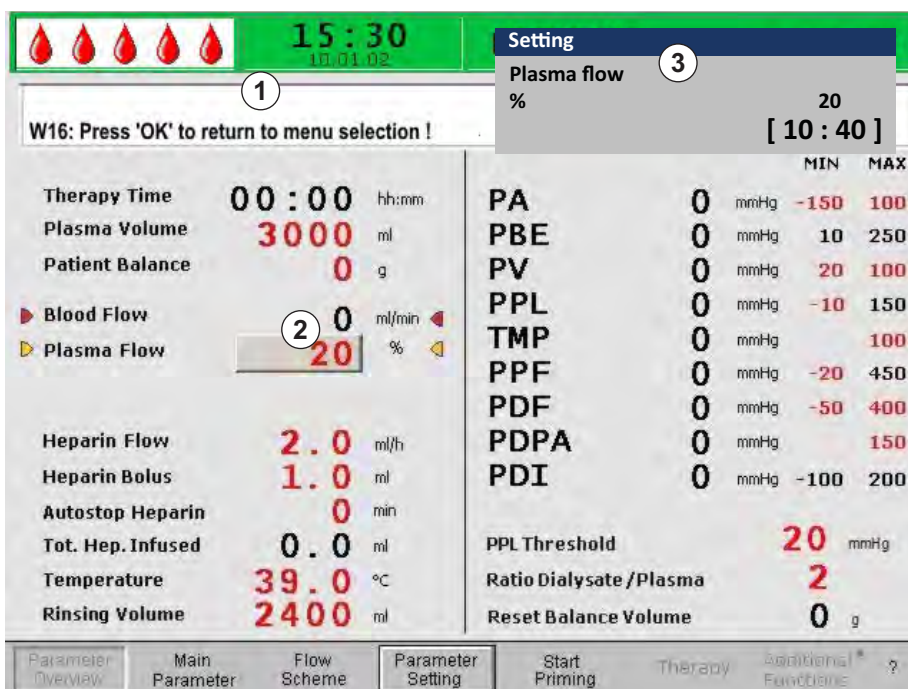

Рис. 3-21 Установка параметра на экране *Parameter Overview* (Обзор параметров)
- ↪ Все параметры, которые могут быть изменены, отображаются красным цветом (Рис. 3-21).
- ↪ В строке тревожной сигнализации/замечания появляется сообщение *W16: Press 'OK' to return to menu selection!* (Нажмите "OK" для возврата к выбору меню!) (①), указывающее, что необходимо нажать кнопку *OK* для выхода из установки параметров.
☞ Поле значения параметра, выбранного в текущий момент, показывается рельефным (как бы не нажатым) с серым фоном (Рис. 3-21, ②). Диапазон установки параметра отображается в появляющемся окне *Setting* (Настройка; ③). Если параметр относится к безопасности пациента, то значение, установленное в текущие момент, отображается над диапазоном установок.